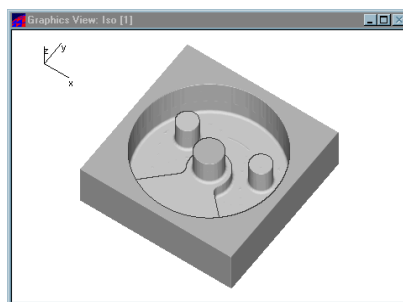

Рисунок 4.28 – Результат об'ємного моделювання деталі
5. Натисніть кнопку  «Start» на панелі «Simulate». Після об'ємного моделювання на екрані з'явиться таке зображення (рис. 4.28).